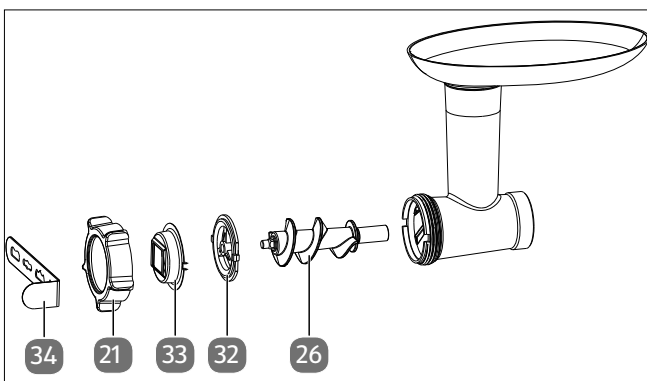

Fig. 17 – Accesorios para galletas *spritz*
- ▶ Para hacer este tipo de pastas con masa de galletas, monte el soporte y el molde para galletas, así como la guía del sinfín en el orden indicado (véase Fig. 17).